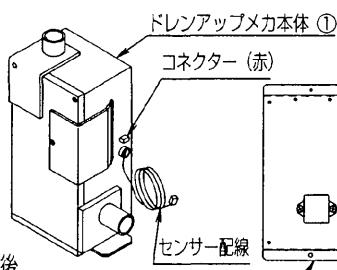

図12
- 2) ドレンアップメカ本体①のコネクター（赤）にハイセンクミタテ⑪のコネクター（赤）を差し込んでください。…図12
- 3) ハイセンクミタテ⑪およびセンサー配線の経路は、本体後ろの開口部から制御箱へとりまわしてください。